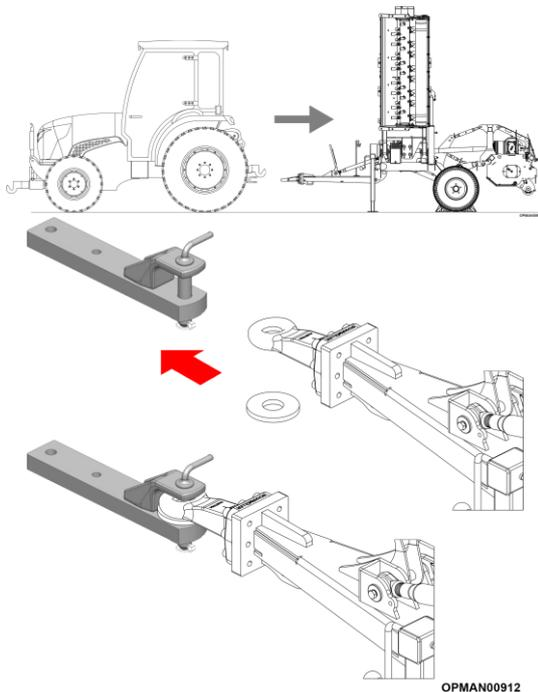

Abbildung 4.11
- 4.4.2.4 Bringen Sie zwischen der Zugöse und der Gabelkopfkupplung Verschleißpolster an, siehe Abbildung 4.11. (nur Standard und schwenkbare Zugöse)